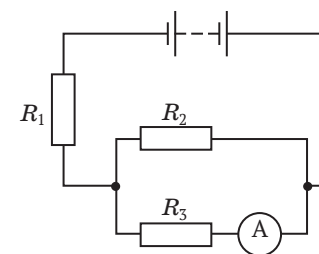

Fig. 2
6. Cu ce este egală tensiunea la polii sursei de curent, care alimentează circuitul (fig. 2), dacă $R_1 = 3$ Ohm; $R_2 = 2$ Ohm; $R_3 = 8$ Ohm? Indicația ampermetrului este de 0,1 A.